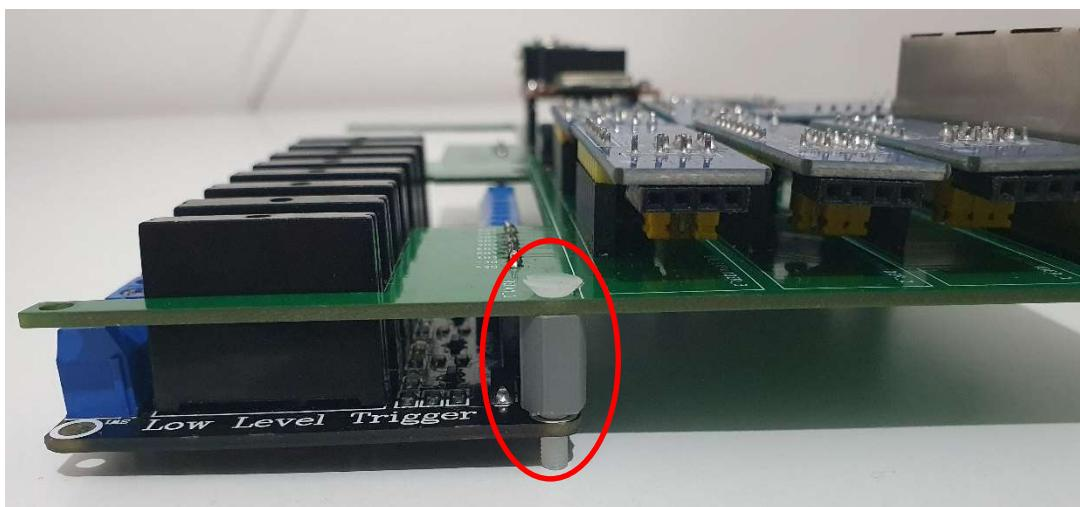

Figura 26 - Parafuso
2. Insira o parafuso através da furação placa principal, de modo que este entre no espaçador e na furação do módulo de relés (Figura 26).